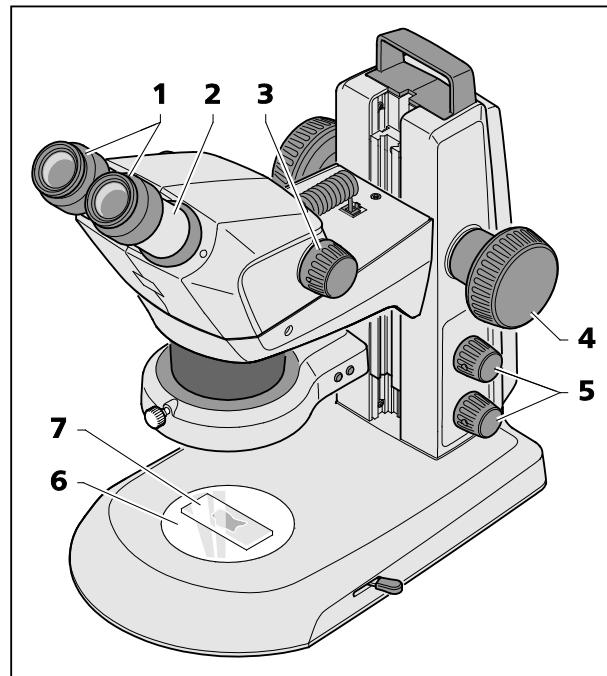

Fig. 18 Aggiustare il microscopio stereoscopico
1. Mettere l'oggetto (Fig. 18/7) al centro della piastra inseribile di vetro o in materia plastica (Fig. 18/6) e illuminarlo (Fig. 18/5).
2. Mettere a "0" la regolazione diottrica negli oculari aggiustabili (Fig. 18/1).
3. Regolare la distanza interpupillare individuale, spostando lateralmente i tubi oculari (Fig. 18/2) di modo che, guardando attraverso gli oculari con i due occhi, si veda soltanto un cerchio luminoso senza rifilatura (campo visivo).
4. Regolare dapprima l'ingrandimento minimo mediante la manopola zoom (Fig. 18/3).
5. Focalizzare un piccolo dettaglio vistoso nel centro dell'immagine dell'oggetto (Fig. 18/4).
6. Regolare l'ingrandimento massimo mediante la manopola zoom (Fig. 18/3). Dovuto all'ingrandimento, il dettaglio vistoso tornerà probabilmente a essere fuori fuoco, già non trovandosi al centro dell'immagine.
7. Stabilire la nitidezza dell'oggetto, focalizzandolo, poi cercare di nuovo il dettaglio spostando l'oggetto e mettendolo ancora una volta a fuoco (Fig. 18/4).
8. Dopo, regolare nuovamente il valore zoom minimo e, all'occasione, correggere gli errori di definizione esistenti, separatamente per ogni occhio, attraverso la compensazione diottrica, ricorrendo agli oculari regolabili (e non alla manopola di focalizzazione, Fig. 18/4) (compensazione del difetto visivo).